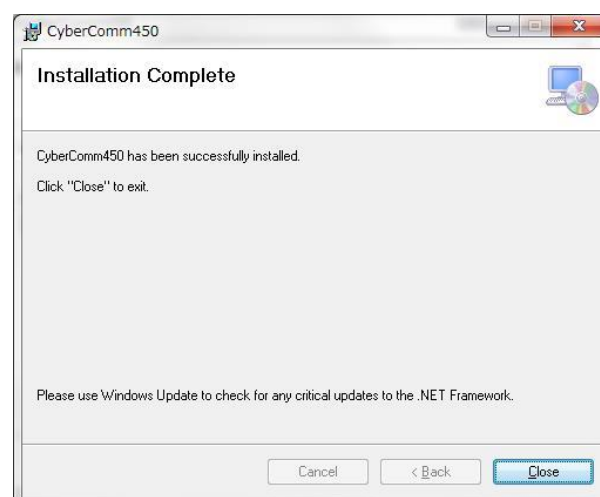

Fig.5 インストール終了
6. Fig.5 が表示されます。コンピュータにソフトウェアがインストールされました。Close ボタンをクリックし、インストールを終了します。デスクトップに「CyberComm 450」アイコンが作成されていることを確認してください。